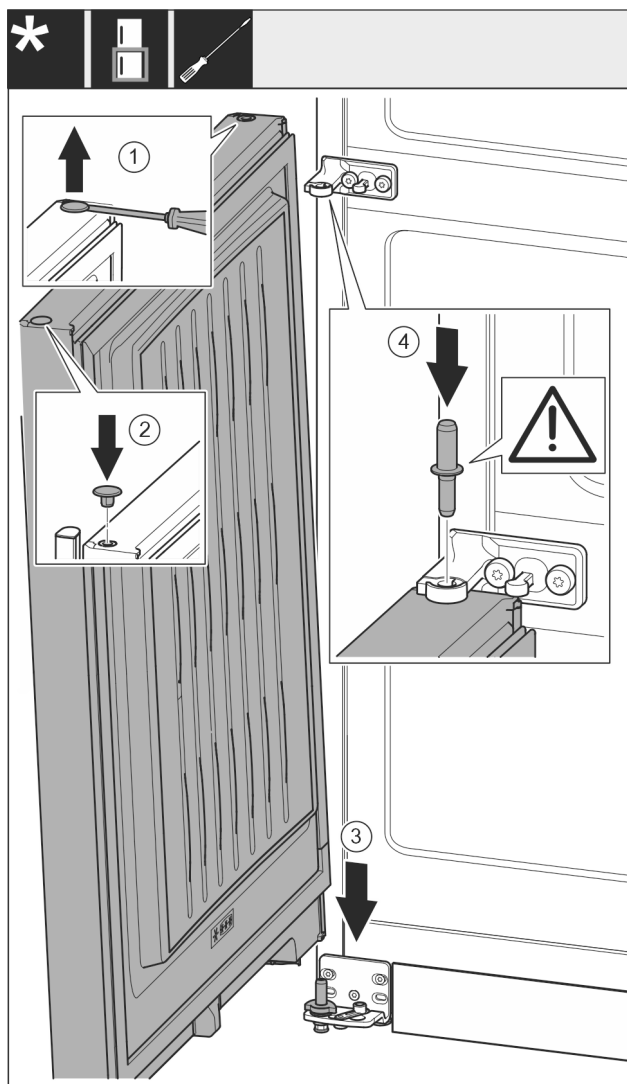

Fig. 56
- Ridicați cu precauție dopul Fig. 56 (1) cu o șurubelniță plată și extrageți-l.
- Introduceți dopul Fig. 56 (2) pe partea opusă a ușii.
- Așezați ușa Fig. 56 (3) de sus pe bolțul inferior de lagăr.
- Introduceți bolțul central de lagăr Fig. 56 (4) prin mijlocul suportului de lagăr în ușa inferioară. Aveți grijă aici ca respectiva camă de fixare să fie îndreptată către înapoi.